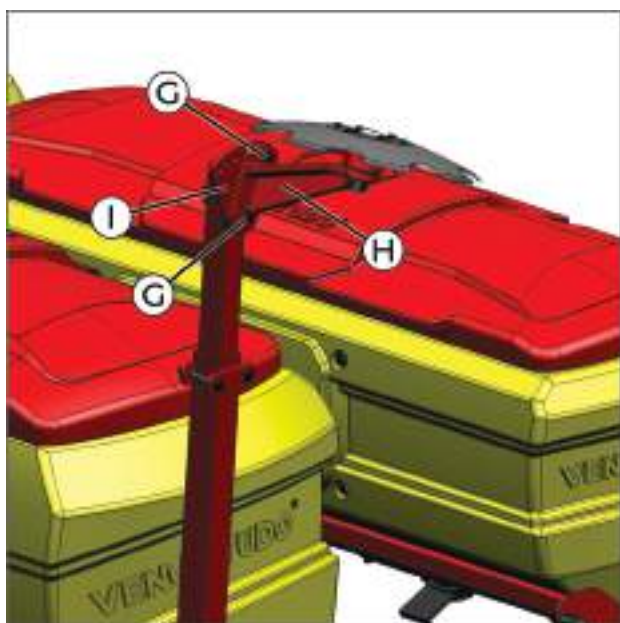

fig. 134
O disco marcador (fig. 134) pode ser ajustado visando uma melhor marcação em função do tipo de solo. Afrouxe os parafusos (G) do suporte (H) e gire o mesmo, alinhando as furações do braço (I) de acordo com o ângulo do disco desejado.